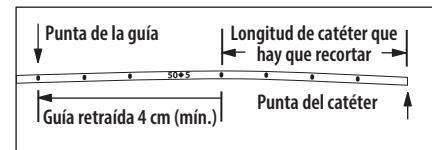

Figura 2
- Retire el dispositivo de colocación/estilete de refuerzo a través del tabique para retraerlo al menos 4 cm detrás del lugar del corte del catéter (consulte la figura 2).